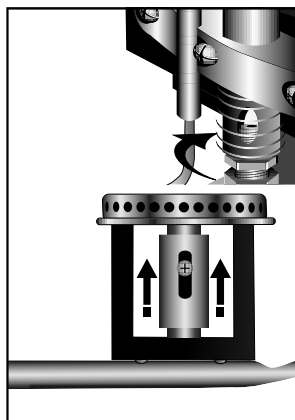

Figura 26
- Si se presenta el fenómeno de desprendimiento de llama o puntas amarillas en la fuente de calor principal y en el piloto de encendido, ajuste la entrada de aire primario girando el anillo externo o el regulador de aire según sea el caso (Ver figura 26 y Tabla 7).